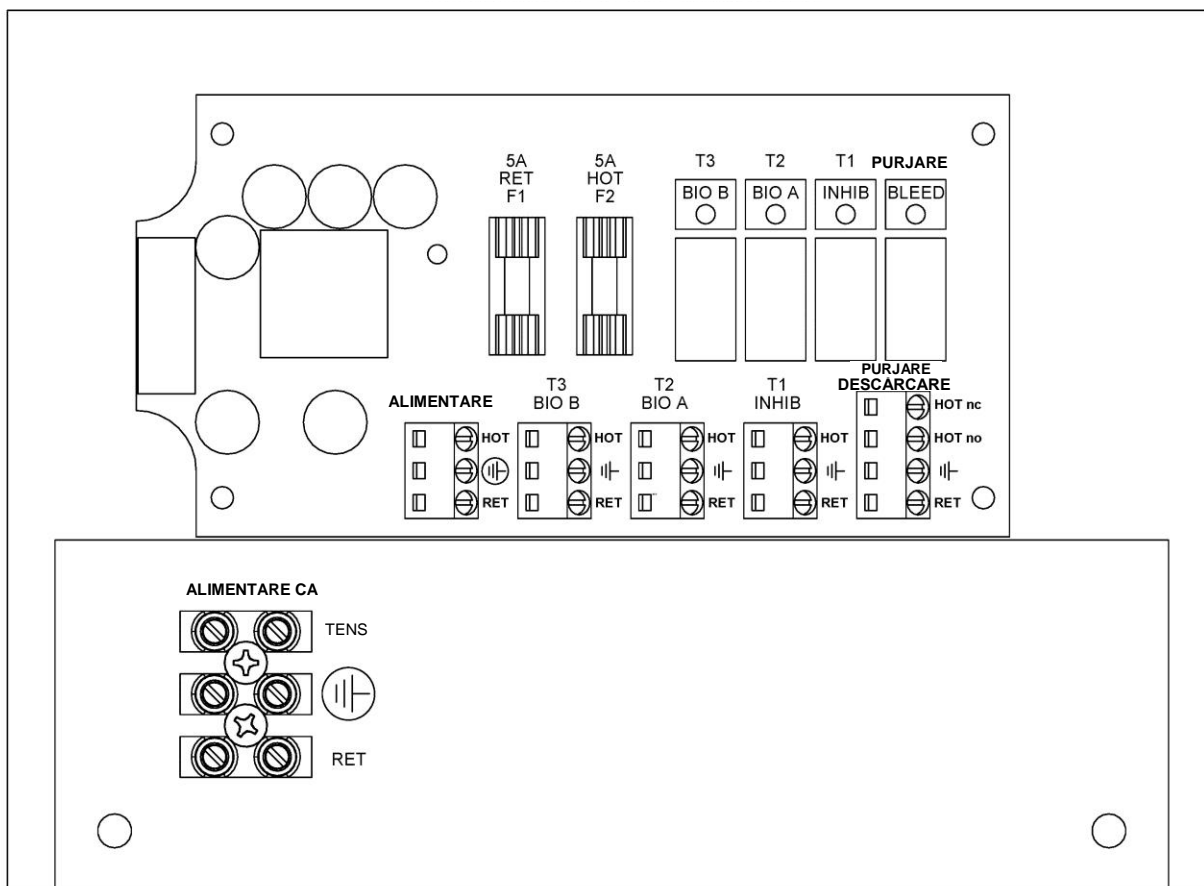

Fig. 6
Circuitele electronice de intrare *MicroVision* sunt protejate prin siguranțe și la intrarea sub tensiune, și la cea neutră, printr-o siguranță de cinci amperi înlocuibilă (*Fig .6*).
Sistemele de comandă cu conducte de cablu sunt prevăzute cu deschizături pentru cablajul specific. (Vezi Fig. 6) pentru conexiunile electrice de intrare și ieșire. Utilizați numai fire torsadate cu 18 AWG (1,2 mm2) pentru conexiunile electrice și de sarcină ale conductei de cablu. Alimentarea electrică CA (de intrare) este conectată prin blocul de borne amplasat pe panoul posterior cu marcajul "A/C Power" (Fig. 6). Partea superioară a acestui bloc de borne poate fi demontată, permițând un acces rapid la cele trei (3) șuruburi ale conectorului.